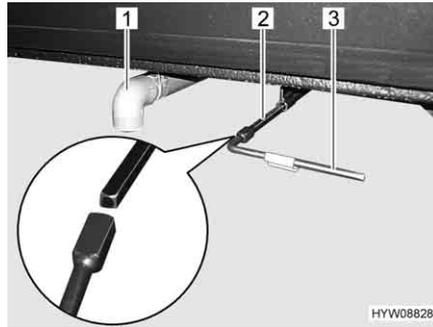

Bild 76 Inställningsspak och avloppsrör för avloppstank
- Placera avloppsröret (Bild 76,1) direkt över deponeringsstationen eller avloppsslangen (extrautrustning) på avloppsröret (Bild 76,1).
- Öppna avtappningskranen. Placera därefter den medföljande fyrkantsnyckeln (Bild 76,3) på avtappningskran fyrkant (Bild 76,2).
- Vrid fyrkantsnyckeln (Bild 76,3) en ett kvarts varv moturs. Avloppsvattnet tappas ur.
- Efter att avloppsvattnet tömdes helt: Stäng avtappningskranen igen. Vrid därefter fyrkantsnyckeln (Bild 76,3) ett kvarts varv medurs.
- Ta ur och förvara fyrkantsnyckeln (Bild 76,3).